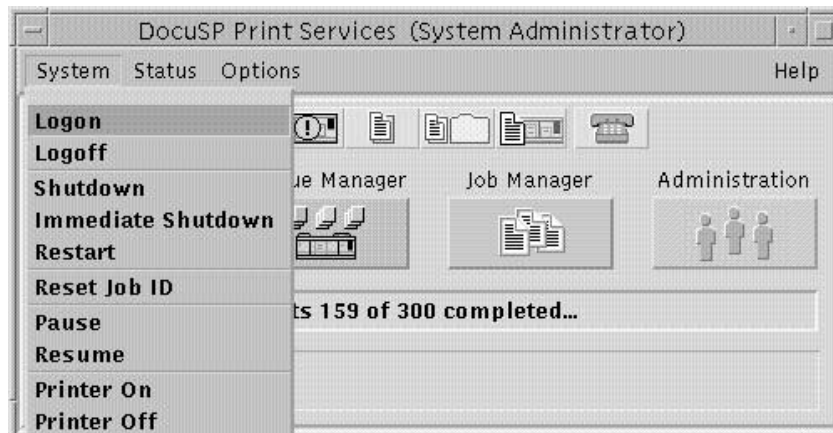

Figura 1-2: Menú de opciones del sistema
- b) Despliegue el menú del sistema y seleccione **Logon**, como aparece en la figura 1-2.